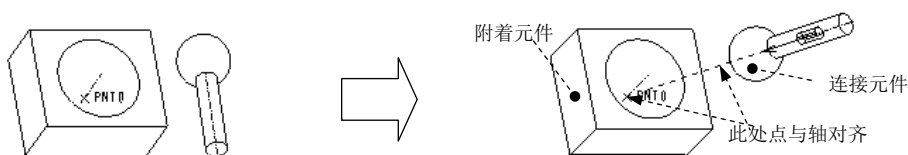

图 13.2.7 轴承（Bearing）接头
轴承接头是球接头和滑动杆接头的组合，如图 13.2.7 所示，轴承接头的连接元件既可以在约束点上向任何方向转动，也可以沿轴线移动。
(1) 在操控板的约束集列表选取  **轴承** 选项。
(2) 单击操控板中的 **放置** 按钮。
(3) 选取“点对齐”约束的参考。选取图 13.2.7 中的点和轴线（组件上的点 PNT0 和连接件的中心轴线）。